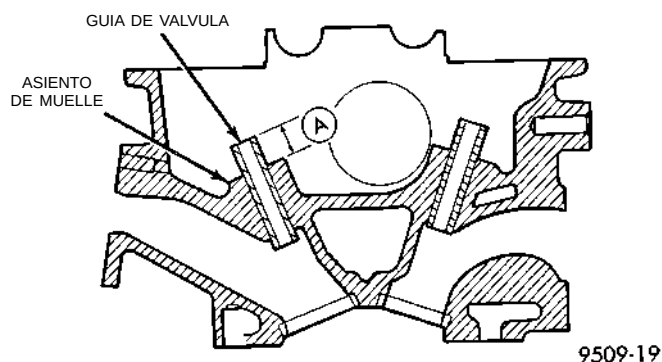

Fig. 93 Altura de guía de válvula
- (3) Verifique la altura de la guía de válvula (Fig. 93).